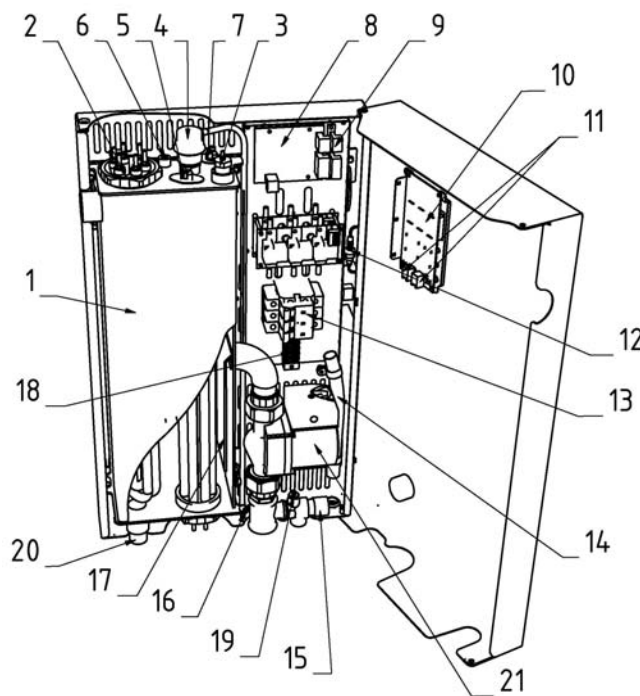

Рис. 4 Устройство прибора
4.3. Прибор (Рис. 4) состоит из теплоизолированного бака (1) с патрубками (Рис. 1) входа (10) и выхода (9) воды.
4.5. В баке, в зависимости от модели, (Рис. 4) установлены один или два блока нагревательных элементов (2). Блок-ТЭНы изготовленные из нержавеющей стали, скомпонованы в несколько ступеней мощности.